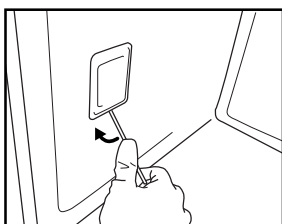

Fig. 8
3. Utilize uma pequena chave de fendas para retirar a cobertura da lâmpada (Fig. 8).